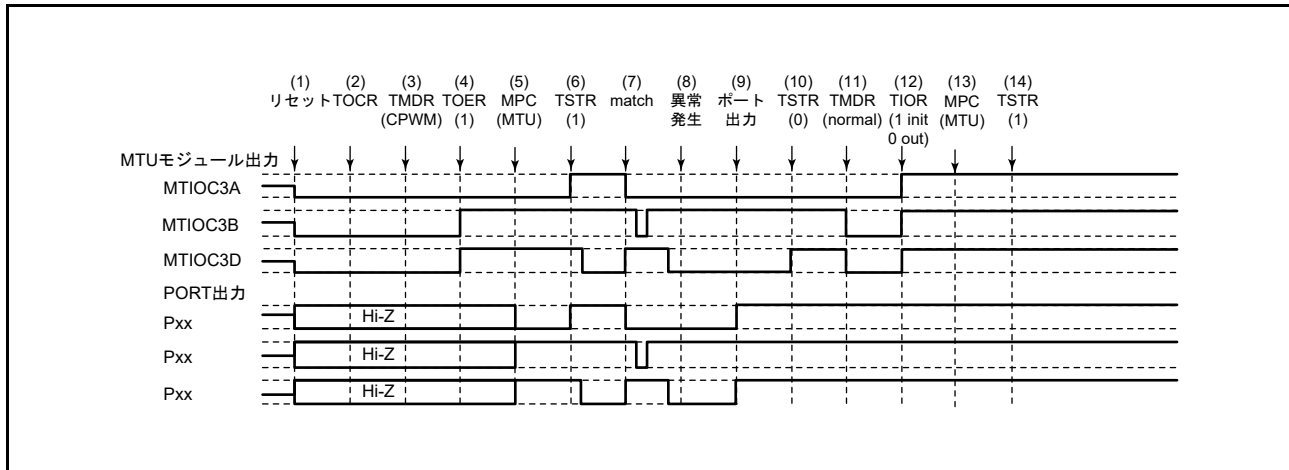

図 20.147 相補 PWM モードで異常が発生し、ノーマルモードで復帰する場合
相補 PWM モードで異常が発生し、再設定後ノーマルモードで再スタートする場合の説明図を図 20.147 に示します。
(1) ~ (10) は図 20.147 と共通です。
(11) PWM モード 1 を設定してください (MTU 出力は Low となります)。
(12) TIOR レジスタで端子を初期化してください。なお、PWM モード 1 では MTIOCnB (MTIOCnD) 端子に波形が出力されません。出力すべきレベルがある場合は、I/O ポートのポート方向レジスタ (PDR)、ポート出力データレジスタ (PODR) で汎用出力ポートの設定をしてください。
(13) MPC と I/O ポートのポートモードレジスタ (PMR) で MTU 出力としてください。
(14) TSTR レジスタで再スタートします。
(23) 相補 PWM モードで動作中に異常が発生し、相補 PWM モードで再スタートする場合の動作
(11) MPC と I/O ポートのポートモードレジスタ (PMR) で MTU 出力としてください。
(12) TSTR レジスタで再スタートします。
(13) コンペアマッチの発生により相補 PWM 波形を出力します。
(24) 相補 PWM モードで動作中に異常が発生し、相補 PWM モードで新たに再スタートする場合の動作
(1)～(10)は図 20.147 と共通です。
- (11) ノーマルモードを設定し新しい設定値を設定してください（MTU 出力は Low となります）。
- (12) TOER レジスタで MTU3、MTU4 の出力を禁止してください。
- (13) TOCR レジスタで相補 PWM モードの出力レベルと周期出力の許可 / 禁止を選択してください。
- (14) 相補 PWM モードを設定します。
- (15) TOER レジスタで MTU3、MTU4 の出力を許可してください。
- (16) MPC と I/O ポートのポートモードレジスタ（PMR）で MTU 出力としてください。
- (17) TSTR レジスタで再スタートします。
(25) 相補 PWM モードで動作中に異常が発生し、リセット同期 PWM モードで再スタートする場合の動作
(11) ノーマルモードを設定してください (MTU 出力は Low となります)。
(12) TOER レジスタで MTU3、MTU4 の出力を禁止してください。
(13) TOCR レジスタでリセット同期 PWM モードの出力レベルと周期出力の許可 / 禁止を選択してください。
(14) リセット同期 PWM モードを設定します。
(15) TOER レジスタで MTU3、MTU4 の出力を許可してください。
(16) MPC と I/O ポートのポートモードレジスタ (PMR) で MTU 出力としてください。
(17) TSTR レジスタで再スタートします。
(26) リセット同期 PWM モードで動作中に異常が発生し、ノーマルモードで再スタートする場合の動作